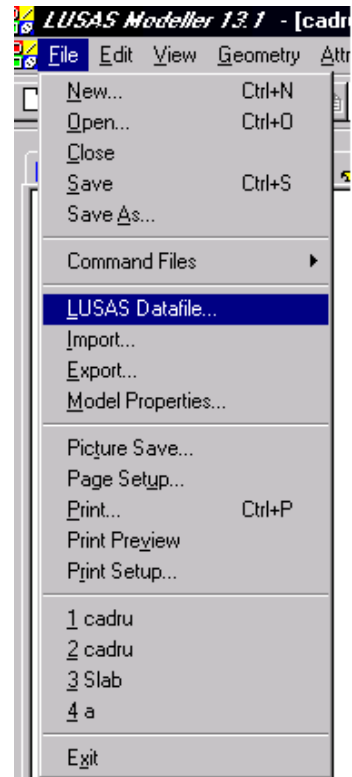

Fig. 44
- se deschide meniul **File** (fig. 44)
- click dublu pe **LUSAS Solver (2)** pentru lansarea programului care efectuează analiza